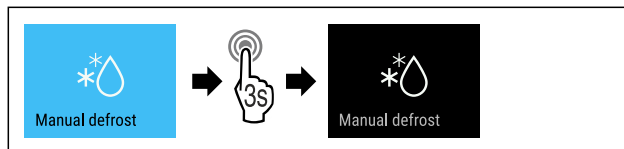

Fig. 133
- ▶ Eseguire i passi (vedere Fig. 133) .